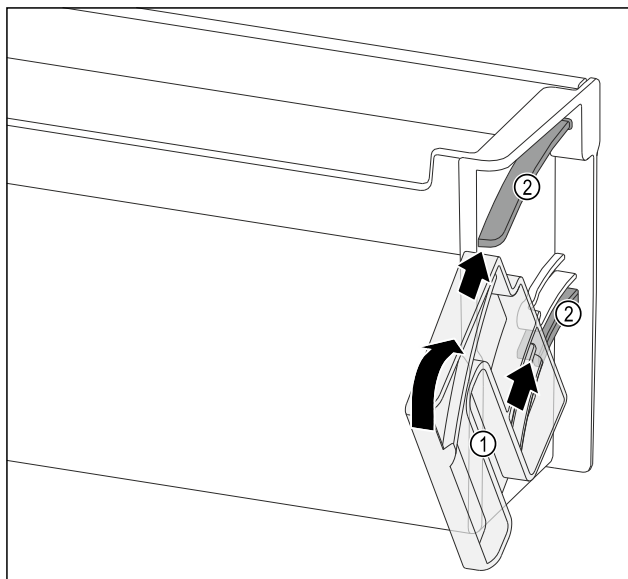

Fig. 118
- Otočnou jednotku Fig. 118 (1) umístěte tak, aby vybrání byla přesně proti vodícím kanálům Fig. 118 (2) dveřní přihrádky.
- Otočnou jednotku Fig. 118 (1) otočte do požadovaného směru.